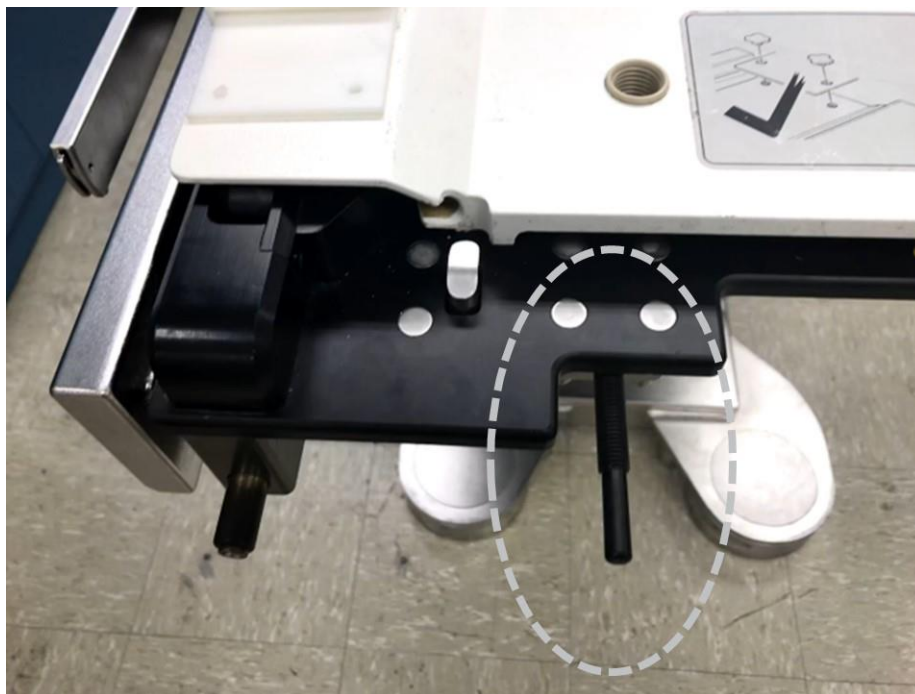

Figure 3 Broche placée sur la table chirurgicale Maquet Magnus
Étape 2 : avant d'arrimer les tables GE et Maquet, vérifiez que la broche (entourée de pointillés à la figure 3) se trouve bien sur la table chirurgicale Maquet Magnus et qu'elle ne présente pas de dommages visibles.